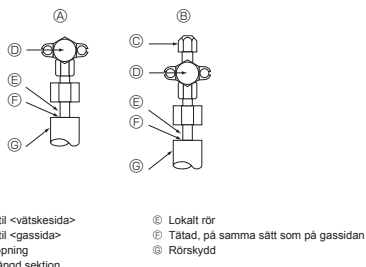

Fig. 5-4
5.4. Provmetod för att kontrollera om köldmedelsrören är lufttäta (Fig. 5-4)